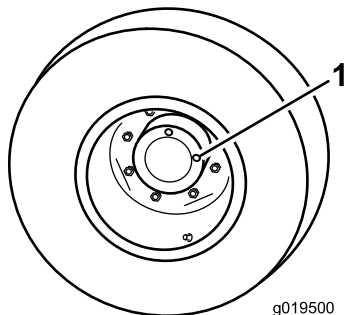

Рисунок 15
1. Поставив машину на ровную поверхность, расположите колесо так, чтобы одна контрольная пробка находилась в положении «12 часов», а вторая — в положении «3 часа» (Рисунок 15).
2. Снимите пробку, находящуюся в положении «3 часа» (Рисунок 15).